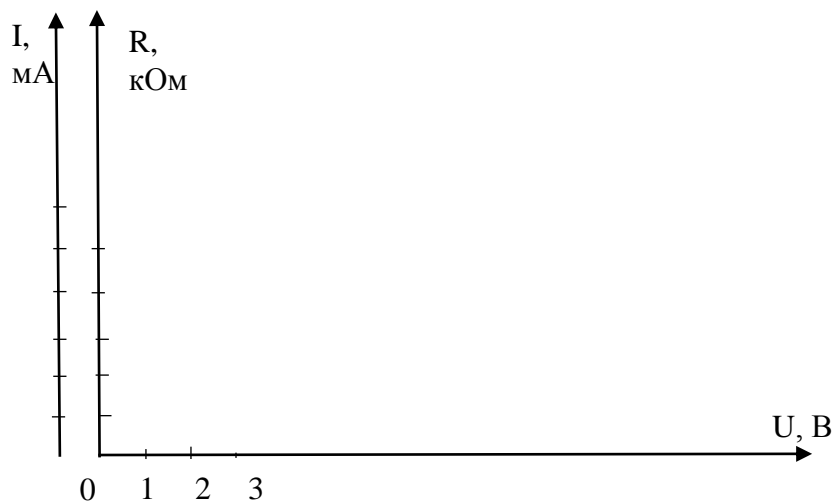

Рисунок 9.2 – Графики зависимости $I, R = f(U)$
4. Постройте вольтамперную характеристику $I = f(U)$ и кривую зависимости сопротивления от напряжения $R = f(U)$ (рисунок 9.2).
6. Рисунок 9.2 – Графики зависимости I , $R = f(U)$.